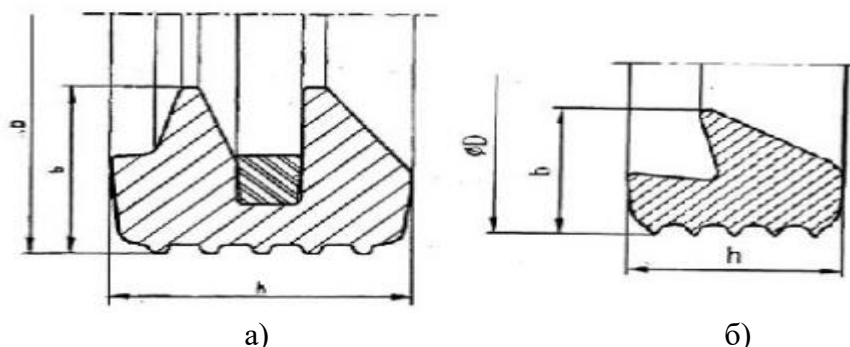

Рисунок 3 — Виды уплотнительных колец
4.3 Вид уплотнительных колец приведены на Рис. 3 и их основные размеры приведены в таблице 6.